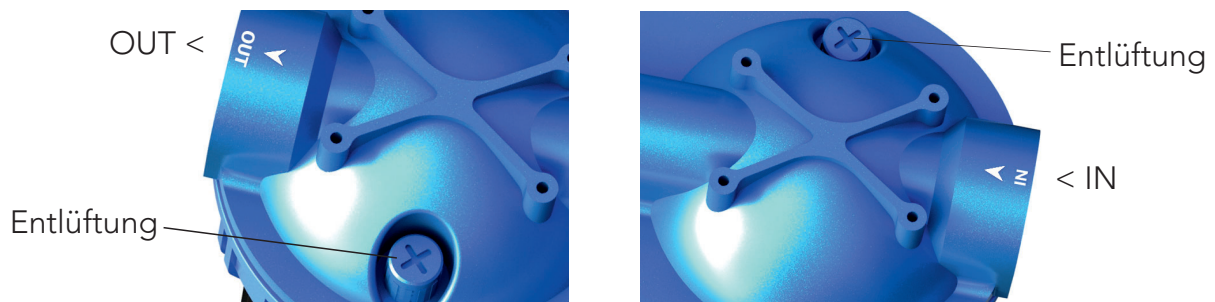
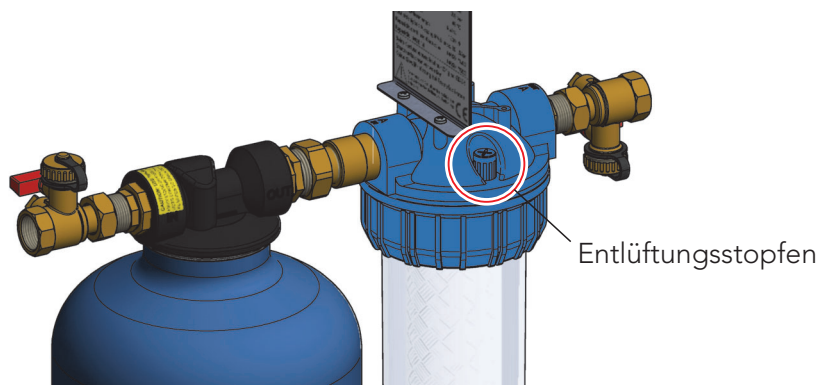

Abb. 4
Abb. 12
- Befestigen des Wartungsprotokolls unmittelbar am MWE (siehe Abschnitt 3, Abb. 4)
- Entlüften des VE-Ionentauschers und des Feinfilters für MWE 6 / 12 & MVE 2 / 4 siehe Abschnitt 3, Abb. 4, für MVE 14 siehe Abb. 12 nachfolgend)